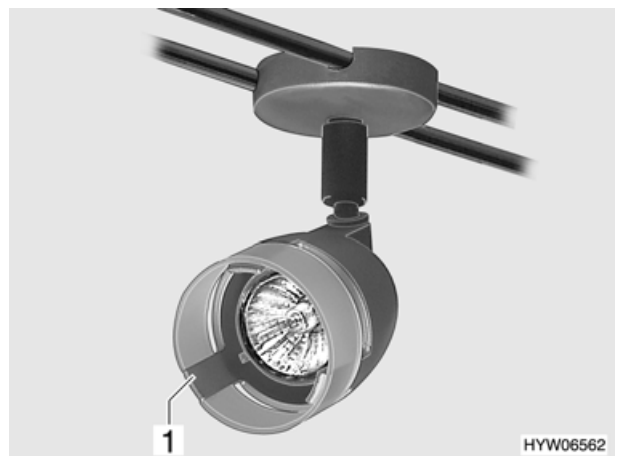

Fig. 100 Faretto
- Schiacciare la graffa (Fig. 100,1) indietro.